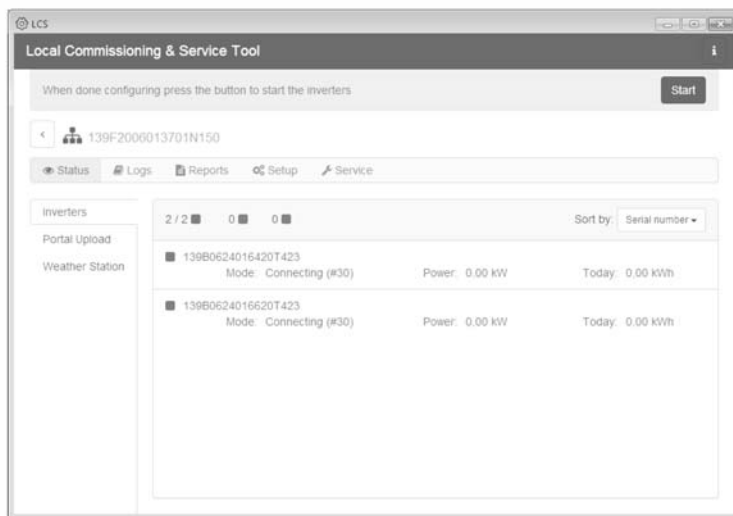

Figura 5.8 LCS-Tool - Elenco degli inverter collegati a Inverter Manager
11. Un quadrato verde identifica gli inverter messi in funzione. Tuttavia, gli inverter non si collegano a una rete prima che sia inviato il comando **[Start]** dalla barra sotto il menu superiore. V. figura 5.8.